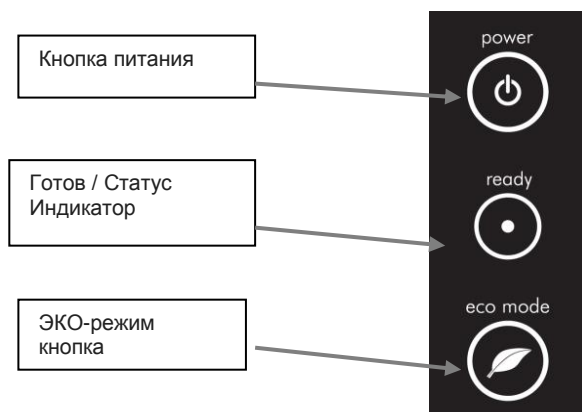

Рис.1. Пользовательский интерфейс устройства
- Включите аппарат, нажав кнопку питания "Power" на его передней панели'. См. рис. 1.